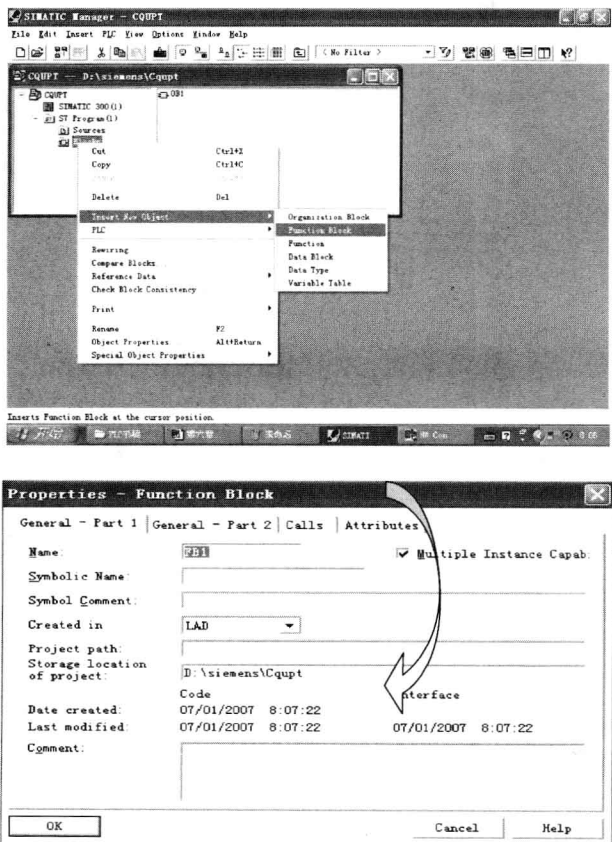

图 1-11 插入程序及 S7 块
在建立项目中插入 S7 程序，选择 “Insert New Object/S7 Program” 插入程序，程序名称自动给出，为 S7 Program (1)，以后按顺序给出，也可自己更改程序名称。然后单击程序，选中 “Block”，右侧窗口出现 OB1，根据需要可添加其他的程序块、数据块等，如图 1-11 所示。